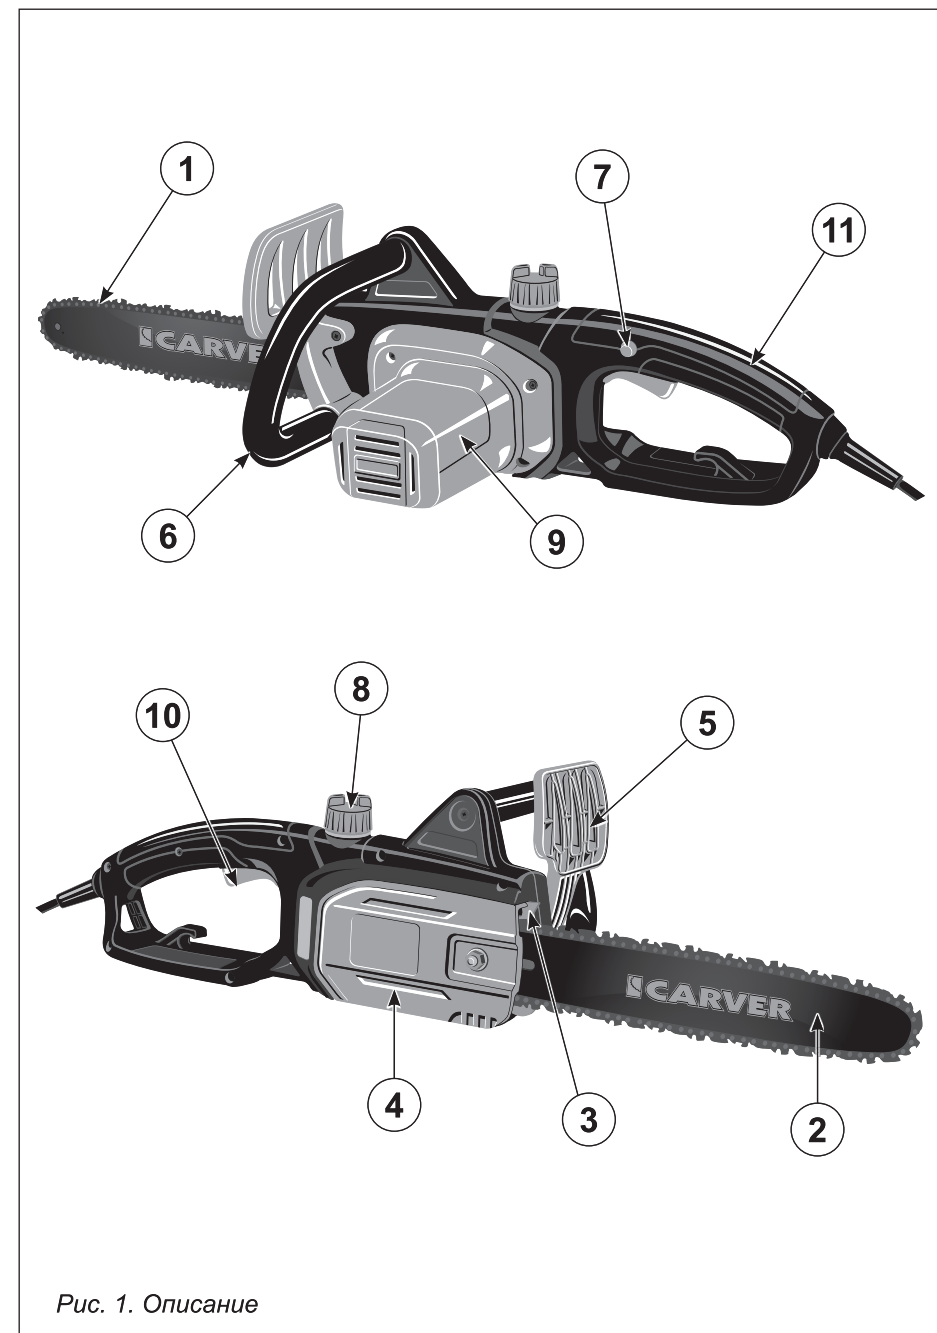

Рис. 1. Описание
**2. ОПИСАНИЕ (рис. 1)**
Шина пильная (рис. 1, п. 2) подвергается особенно серьезному износу в конце и у основания. Чтобы избежать одностороннего износа, переворачивайте шину каждый раз, когда Вы затачиваете цепь (отдаете в заточку или меняете).